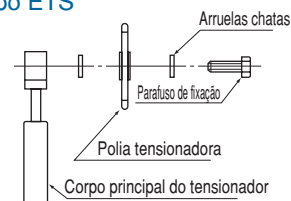

Fig. 1 Montagem do tensionador para correntes
Remova a unidade principal do tensionador tipo TCS ou ETS, a polia tensionadora, o parafuso de fixação e as arruelas de sua embalagem, e instale-os conforme ilustrado na Fig. 1. A sapata plástica para o tipo TA vem como parte da unidade principal e não é necessária nenhuma montagem.
- 2) Para fixar o tensionador no lado solto da corrente de roletes conforme apresentado na Fig. 1, primeiro empurre a corrente de roletes na polia tensionadora e determine a posição de fixação (furo do parafuso) do tensionador.